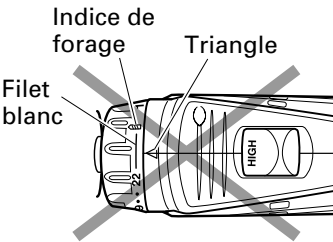

Fig. 16
- Ne pas utiliser avec le nombre “22” sur le capot et le filet blanc au milieu de l’indice de forage pour éviter tout dommage. (Voir Fig. 16)